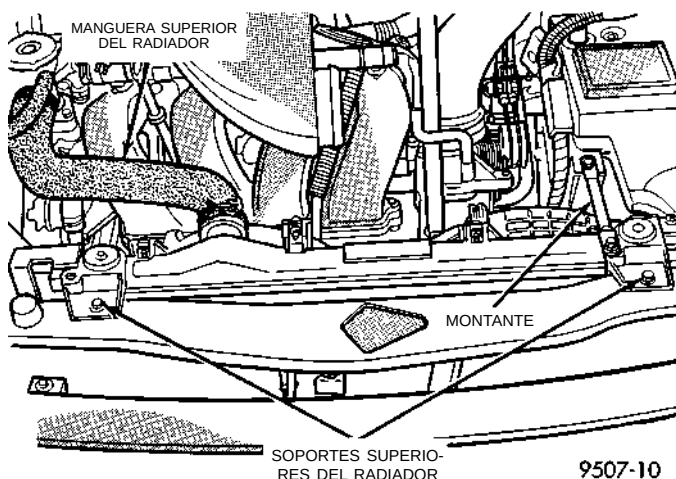
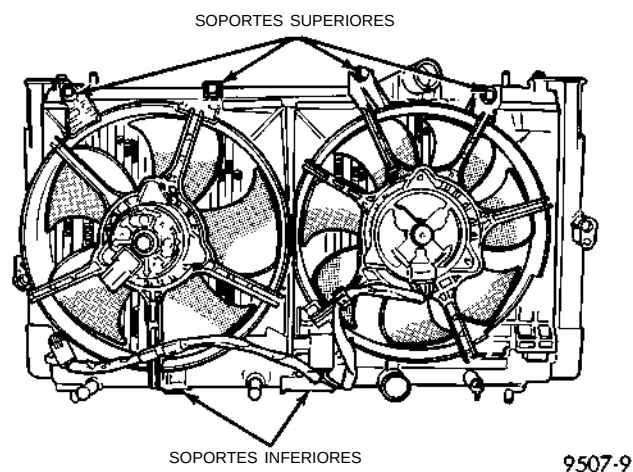
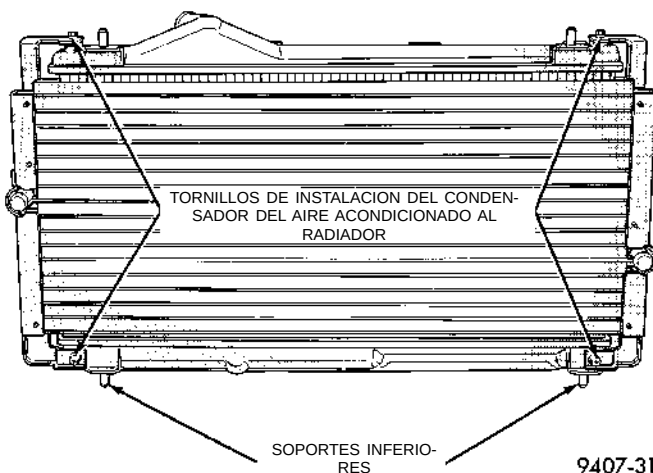

Fig. 20 Montaje del radiador
Fig. 21 Servicio del módulo de ventilador
Fig. 22 Tornillos de instalación del condensador del A/A al radiador
(4) Desconecte las mangueras de la transmisión automática y tápelas, si existen.
(5) Retire el montante del radiador a la batería (Fig. 20). Retire el conjunto de módulo de ventilador desconectando el conector eléctrico del motor del ventilador. Quite los tornillos de fijación de la cubierta del ventilador, situados en la parte superior de la cubierta (Fig. 21). Levante la cubierta separándola de las abrazaderas inferiores y del radiador. En el caso de ventiladores dobles, retire en primer lugar el módulo del ventilador izquierdo, y a continuación el módulo del lado derecho. Extremar las precauciones con el fin de no dañar el radiador.
(6) Retire los tornillos de instalación del soporte del aislador superior del radiador. Desconecte el cable del calefactor del bloque del motor, si está equipado.
(7) Retire los tornillos de sujeción del condensador del aire acondicionado situados en la parte frontal del radiador, si está equipado (Fig. 22). Incline el condensador hacia adelante. No es necesario descargar el sistema de aire acondicionado para retirar el radiador.
(8) El radiador ahora puede separarse libremente del compartimiento del motor. **Durante el desmontaje deben extremarse las precauciones para no dañar las aletas de refrigeración del radiador o los tubos de agua.**
(1) Deslice el radiador hacia abajo para colocarlo en su posición detrás del soporte del radiador (estribo).
(2) Conecte el condensador del aire acondicionado al radiador, si está equipado (Fig. 22), con cuatro tornillos de instalación y apriételos con una torsión de 5,4 N·m (50 lbs. pulg.). A continuación asiente el conjunto de aisladores de goma inferiores dentro de los orificios de instalación provistos en el travesaño inferior.
(3) Apriete los tornillos del soporte de instalación del aislador del radiador con una torsión de 7,4 N·m (65 lbs. pulg.). El radiador debe tener un espacio libre para moverse hacia arriba de aproximadamente 5 a 8 mm (0,25 pulg.) después del ensamblado.
(4) Conecte las mangueras de la transmisión automática, si está equipada. Apriete las abrazaderas de las mangueras con una torsión de 4 N·m (35 lbs. pulg.).
(5) Deslice hacia abajo el módulo del ventilador dentro de la o las abrazaderas del reborde inferior del radiador (Fig. 21). En el caso de ventiladores dobles, instale en primer lugar el módulo del ventilador derecho y a continuación el módulo izquierdo. Instale los tornillos de fijación y apriételos con una torsión de 5,4 N·m (50 lbs. pulg.).
(6) Instale las mangueras del radiador y la manguera de la reserva de refrigerante. Alinee las mangueras y coloque las abrazaderas de las mismas de forma tal que no interfieran con el motor ni con el capó.